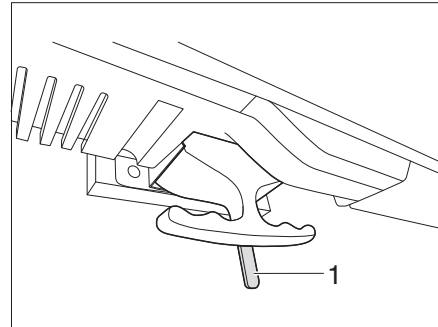

Bild 130 Flachbildschirm Entriegelung
- Hebel (Bild 130,1) nach links schieben. Die Arretierung ist gelöst.
- Hebel (Bild 130,1) in die Mitte schieben. Der Flachbildschirm ist arretiert.